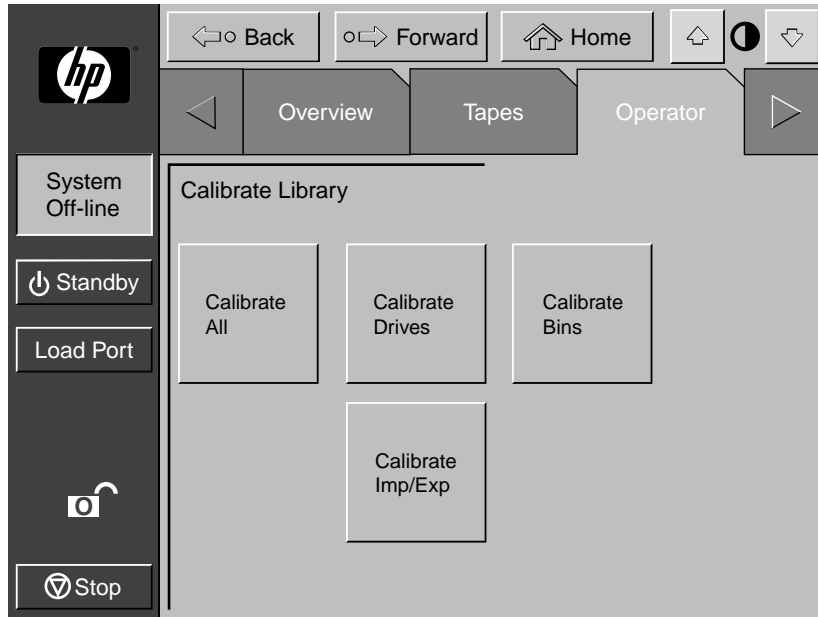

図4-6: [Calibrate Library]画面
1. [Operator]画面で、[Calibrate Library]ボタンを押します。コントロールパネルに[Calibrate Library]画面が表示されます（図4-6を参照）。